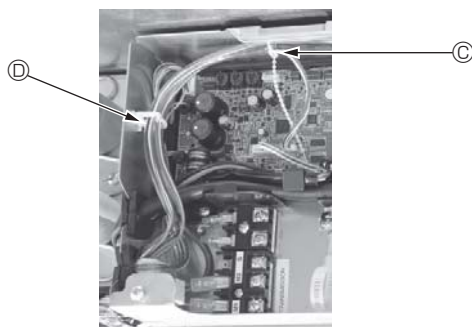

Fig. 5-15
- Überschüssiges i-See-Sensor- und Signalempfängerkabel im Elektrokasten in den Kabelclip (siehe Abbildung) legen und die Kabel zusammen mit dem Kabelbinder sichern. (Fig. 5-15)